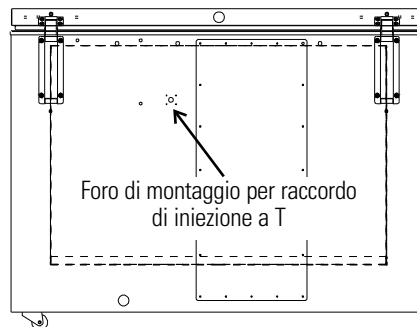

Figura 6-1. Posizione di montaggio
1. Individuare il foro di montaggio per l'installazione del gruppo iniezione a T. Vedere Figura 6-1.